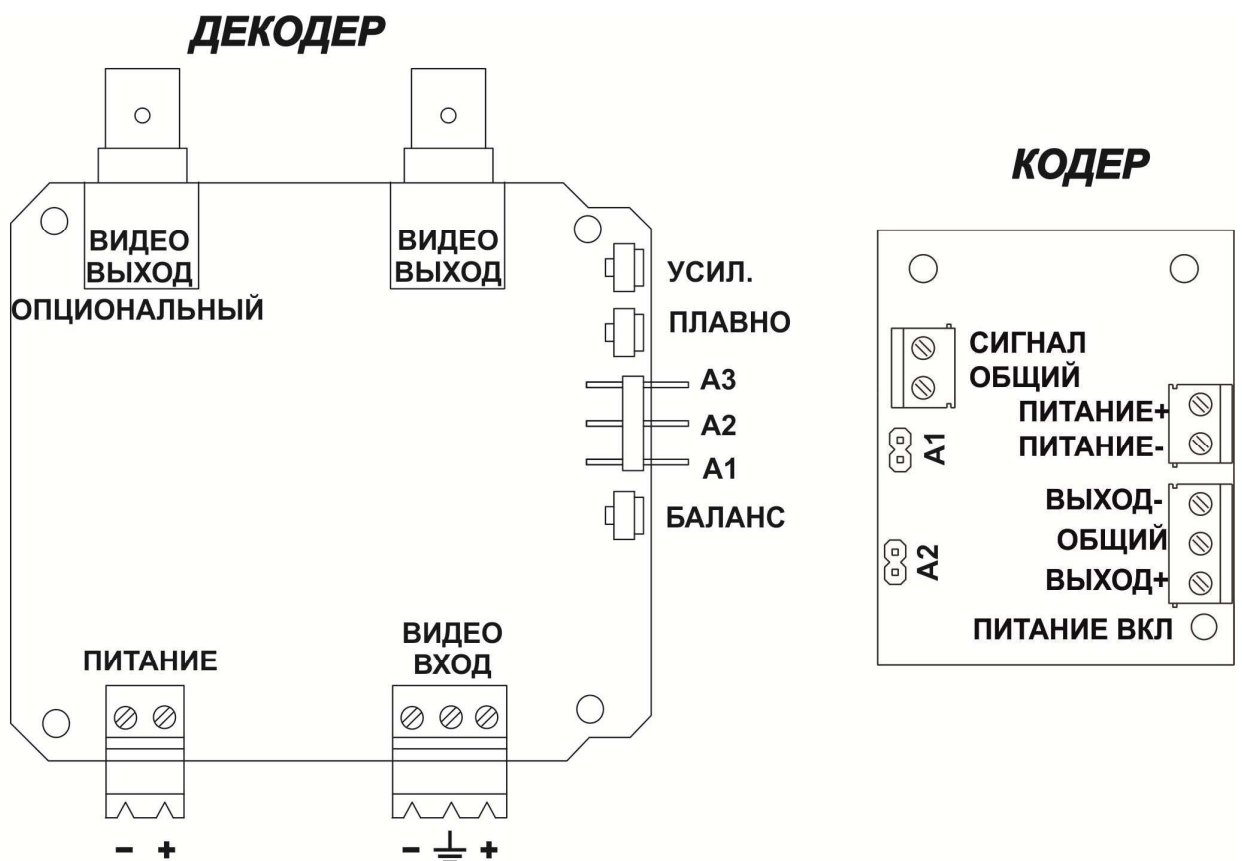

Рис.2 Расположение органов управления на кодере и декодере
1. Перед включением комплекта необходимо установить перемычки декодера в положение, соответствующее приблизительной длине линии связи согласно таблице настройки дальности. Расположение перемычек А1-А3 на плате кодера и декодера показаны на рис.2.
2. Убедитесь, что напряжение источников питания соответствует п.1 раздела “Основные технические характеристики”. Подключите комплект к линии связи и цепям питания согласно рис.1а (б) и рис.2. Подайте питание на комплект и убедитесь, что зеленые светодиоды на платах кодера и декодера зажглись.
3. Подстройка видеоизображения для получения видеосигнала без искажений и помех производится по осциллографу изменением положения перемычек А1-А3 на плате декодера и перемычек А1 и А2 на плате кодера, указанных на рис.2, в соответствии с таблицей настройки дальности. Для цифровых регистраторов (квадраторов, мультиплексоров, компьютерных систем) важно обеспечить форму строчного синхроимпульса без искажений и выбросов (определяется положением перемычек).